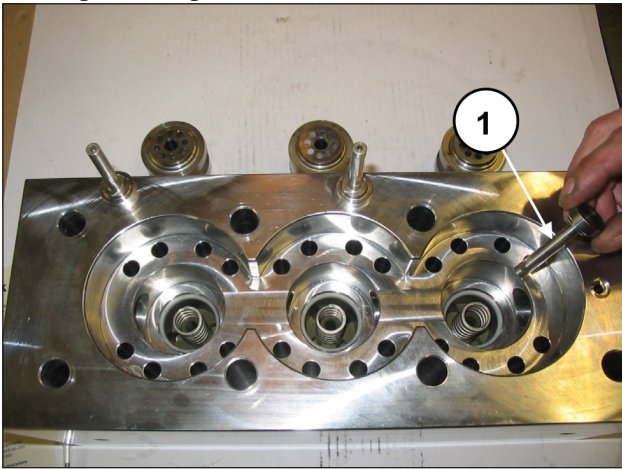
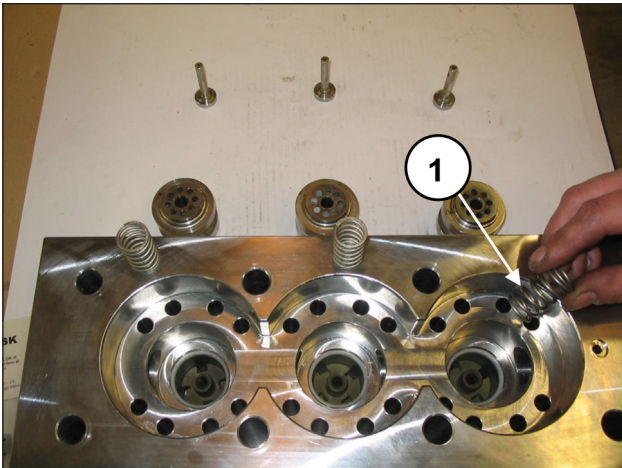
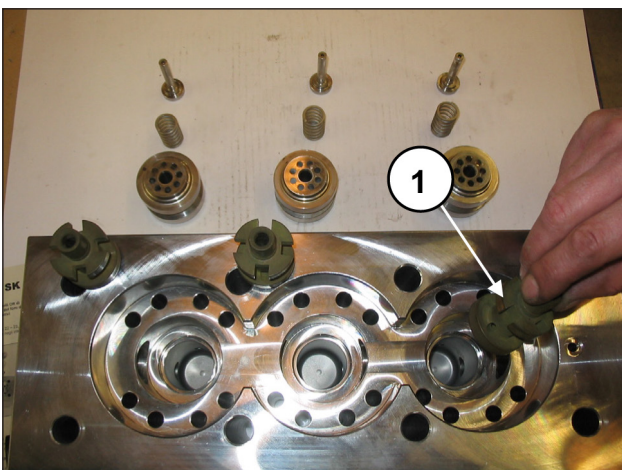

Abb. 117
Abb. 118
Abb. 119
Entfernen Sie die Druckteller (Pos. ①, Abb. 117), und die entsprechenden Führungen (Pos. ①, Abb. 119) samt Federn (Pos. ①, Abb. 118), überprüfen Sie den Verschleißzustand und ersetzen Sie die abgenutzten Teile bei Bedarf und auf jeden Fall in den Intervallen lt. Kapitel 11 der **Betriebs- und Wartungsanleitung**.